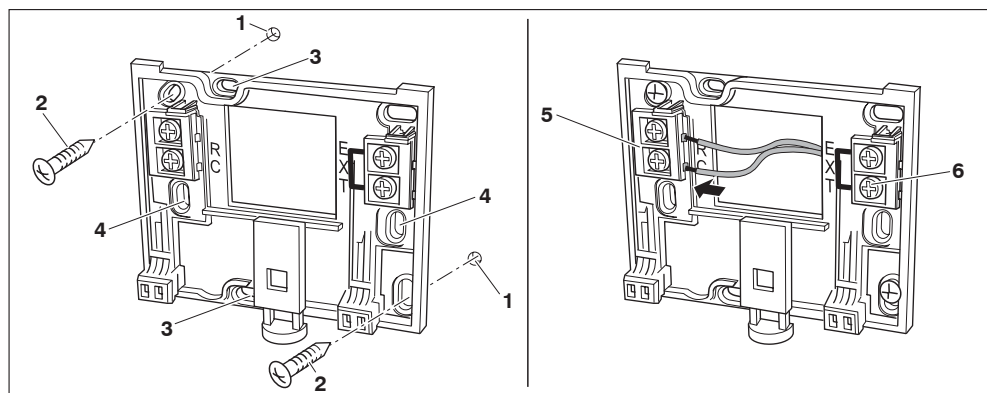

Fig. 3 Montage du support mural (gauche) et raccordement électrique (droite)
- Utilisez les perforations horizontales ou verticales (figure 3, 4).
- Montage du support mural (figure 3, gauche).
- Raccorder un câble bus bifilaire de l'Energie-Management-System (EMS) aux bornes du câble « RC » (figure 3, 5).
- Si le RC35 fonctionne sans sonde ambiante externe, un pontage à fil est nécessaire sur les bornes du câble « EXT » (figure 3, **6**) (état livraison d'usine).